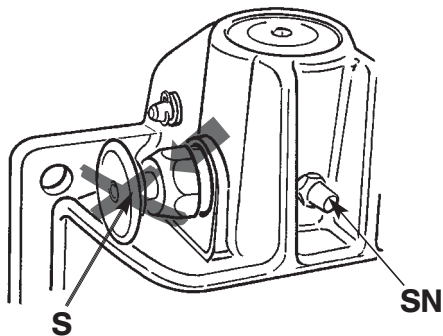

Abb. 3
- Steht der Sicherungsgriff hervor (im Dunkeln auch durch Tasten feststellbar), ist nicht richtig eingekuppelt (s. Abb. 3).